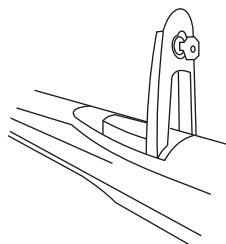

Fig. 10
- Tirer la poignée jusqu'à la placer perpendiculairement au motoréducteur, voir Fig. 10
15- Resserrer la vis du fin de course **F**, puis rebloquer le moteur au moyen de la poignée, voir Fig. 10.